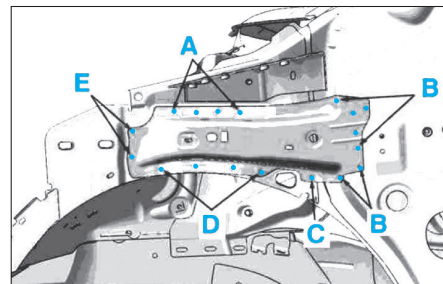

FIG. 14
- Déposer le renfort de joue d'aile AV en A, B, C, D et E (Fig.14).